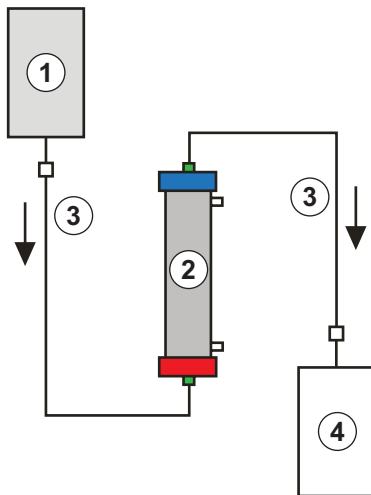

Рис. 9-11 Установка для промывки ультрафильтра
Материалы: см. условные обозначения к Рис. 9-11
2. Подключить вторую соединительную магистраль и сборный мешок, как показано на Рис. 9-11 к отверстию фильтра со стороны плазмы, обозначенному синим цветом.